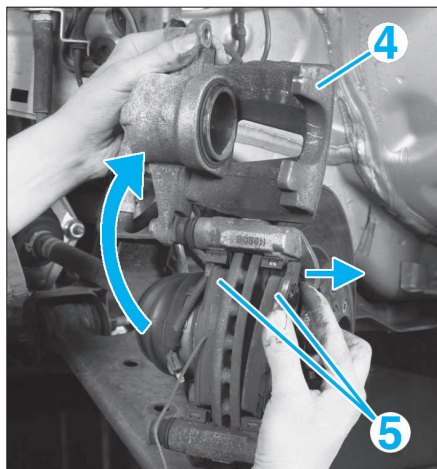
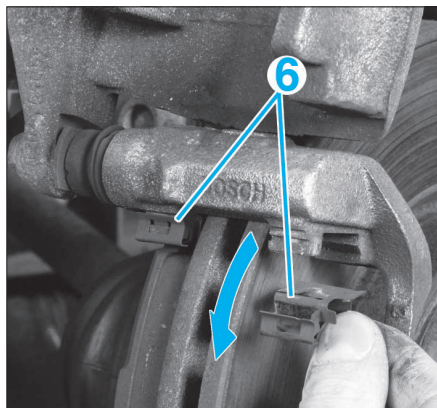

FIG. 4
FIG. 5
- Pivoter l'étrier de frein (4) vers le haut (Fig.4).
- Déposer les plaquettes de frein (5).
- Retirer les agrafes (6) de guidage des plaquettes de frein (Fig.5).